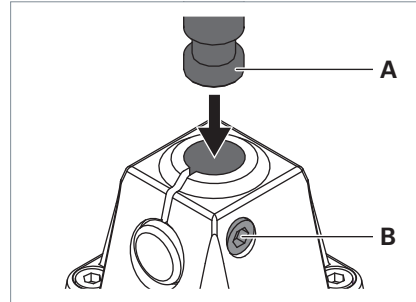

Fig. 3: Leuchte an Befestigungselement montieren.
- ▶ Drehen Sie die Schraube **B** aus dem Befestigungselement heraus, siehe Fig. 3.